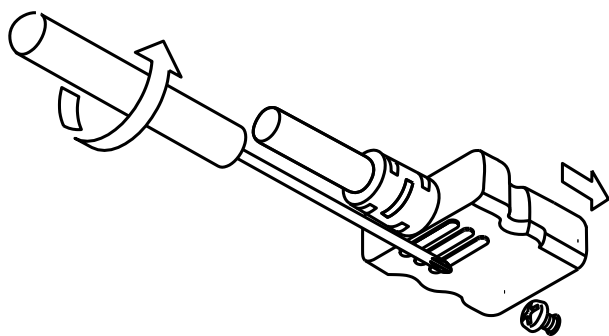

図 4-5
- B1)コネクターモジュールのHDMI IN コネクターの下部にある M3 バインドねじを+ドライバー(No.2)で緩め、HDMI ケーブルをコネクターモジュールに接続します。(図 4-5)